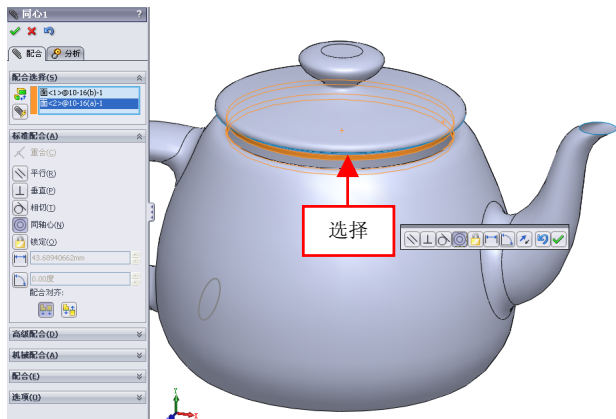

图 10-18 选择合适的面
(3) 在【装配体】选项卡中,单击【配合】按钮,弹出【配合】属性管理器,单击【同轴心】按钮,选择合适的面对象,如图 10-18 所示。